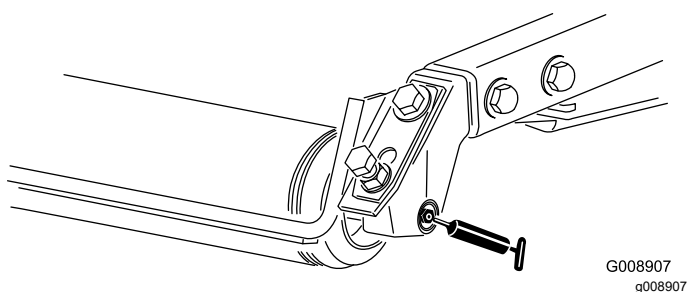

Figura 38
- Cojinetes de los rodillos traseros (2 por unidad de corte): Figura 38